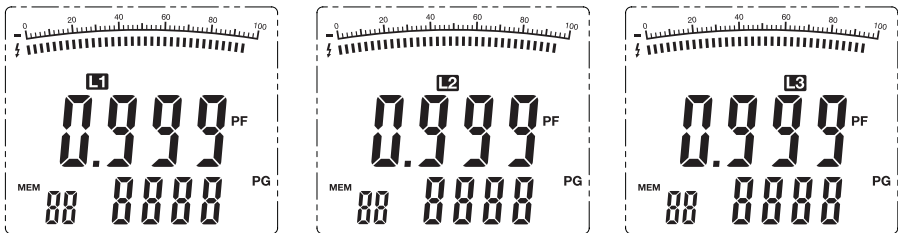

Abbildung 11
4. Wählen Sie mit der Taste **L1-L2-L3** den umschlossenen Leiter. (Abb. 11)
5. Das duale Display zeigt den Leistungsfaktor (PF) im Hauptdisplay und den Phasenwinkel (PG) im sekundären Display an.